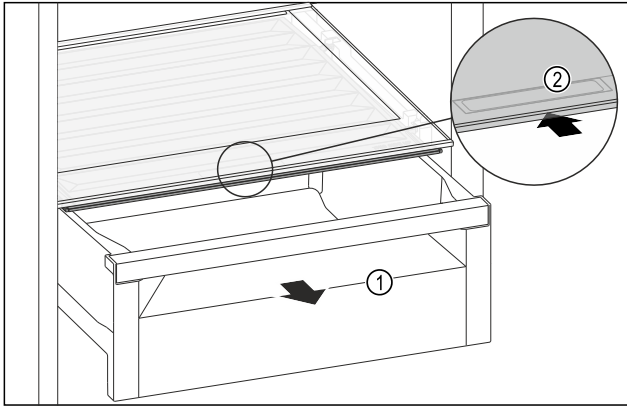

Fig. 109
- Çekmece bölmesini Fig. 109 (1) çekerek çıkarın.
- Raf kapağındaki tutma boşluğundan Fig. 109 (2) tutun ve aynı anda raf kapağını arkaya doğru kaydırın.